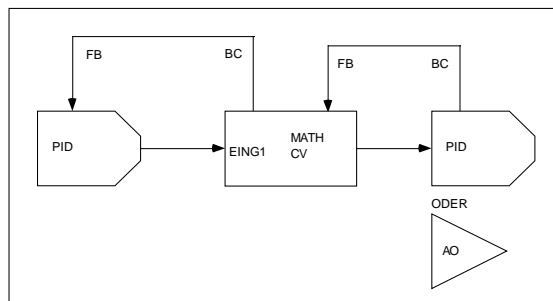

Abbildung 4-5 Programmierung der Rückführung Mathe CV
| RUECKFUEHRUNG | AUS, Analogparameter, Zahl | Wählen Sie RK# BC oder AO# BC, um den Berechneten Wert für Ausgang A1/A2 (BC) von einem abwärts liegenden Regelkreis oder AO zu übertragen. Programmieren Sie außerdem die aufwärts liegende Regelkreis-Rückführung mit dem CV Berechneten Wert für Ausgang A1/A2 (CV# BC) für die Berechnung. Sie MÜSSEN die Rückführung für diesen Berechneten Wert (CV) auf KEIN programmieren, wenn dieser Berechnete Wert (CV) nicht als Teil der Regelkreis-Ausgangs-konfiguration verwendet wird (Abbildung 4-5). Wenn sie Teil einer Regelkreiskonfiguration ist, kann der mathematische Operator nicht ABSWRT, RADZG, oder STDABW lauten. |